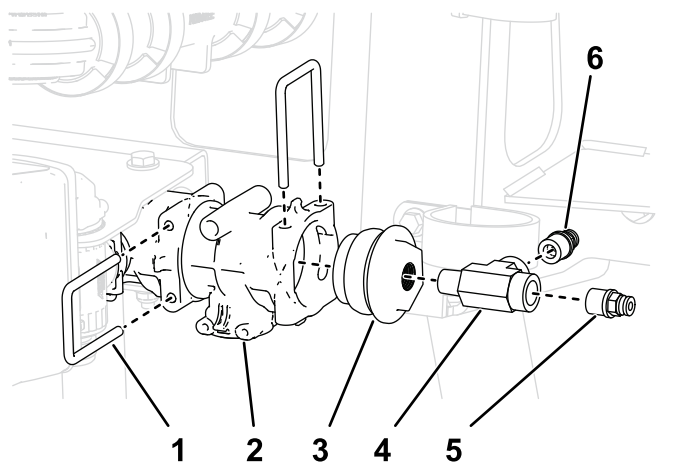

Figura 34
9. Aplicai agent de etanare PTFE pe filetele fittingului în T filetat inclus i conectai fittingul în T la capacul fittingului (Figura 34).